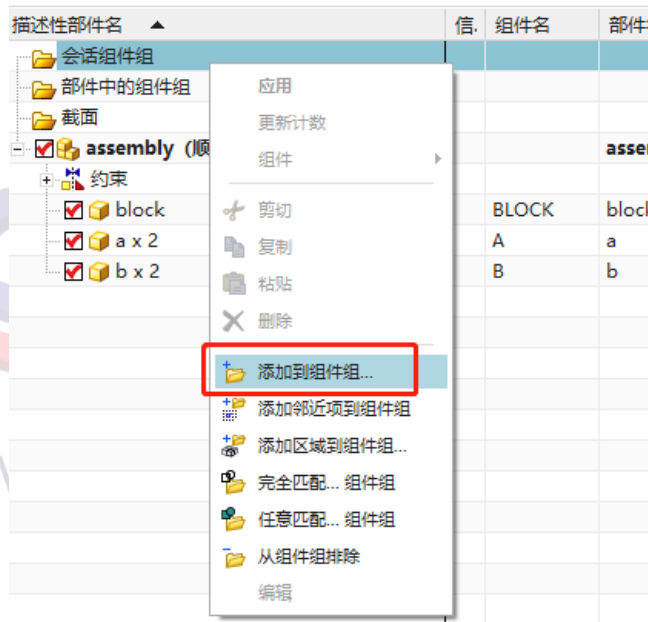

图 4
2、在右键单击在装配导航器中的“会话组件组”，选择“添加到组件组”命令，如图 4。